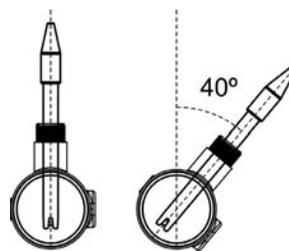

Fig. 3
4. Installez toujours les sondes de pH/ORP en position verticale (de préférence) ou avec une inclinaison maximale de 40° (Fig. 3).